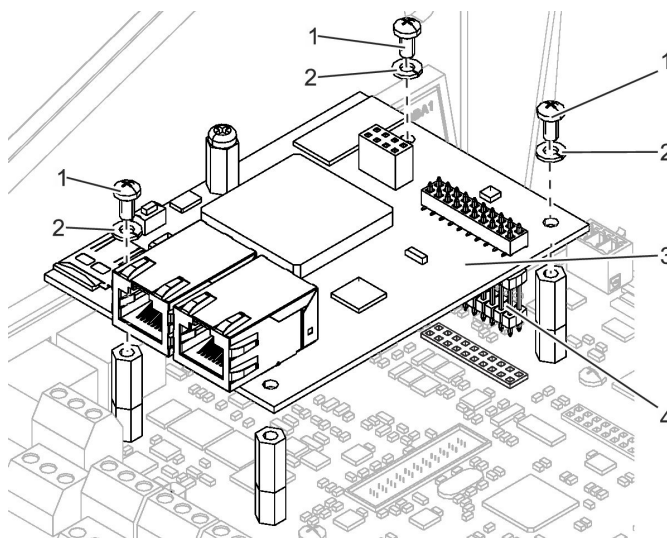

Fig. 48 : Retrait du module EM-IP
5. ▶ Retirez les vis de fixation (Fig. 48 /1) et les rondelles (Fig. 48 /2), puis retirez le module EM-IP (Fig. 48 /3) avec la broche de connecteur (Fig. 48 /4).